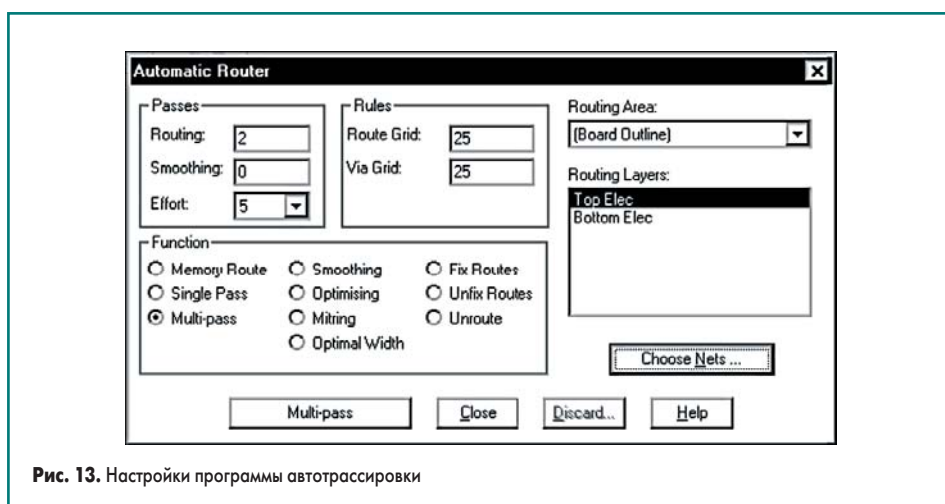

Рис. 13. Настройки программы автотрассировки
На экране появится диалоговое окно Automatic Router (рис. 13). Рассмотрим приведенные здесь настройки более подробно:
4. Выполним все остальные настройки в окне Automatic Router, как показано на рис. 13. А именно выберем многопроходной режим (Multi-pass), зададим число проходов трассировки (Routing) 2, а сглаживания (Smoothing) 0; число попыток (Effort) зададим равным 5, хотя для такой простой операции как прокладка стрингеров, скорее всего, будет достаточно одного прохода; сетки размещения переходных отверстий (Via Grid) и проводников (Route Grid) зададим равными 25 милс, что